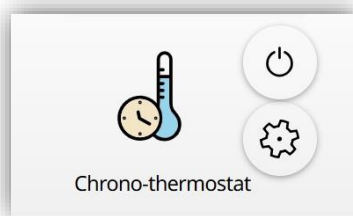

Figure 119. Case de chrono-thermostat
- **Activation** [0 = Désactiver ; 1 = Activer / 0 = Activer ; 1 = Désactiver] : il définit la polarité de l'objet de contrôle "[Ci] Chrono-thermostat - Activer", qui permettra d'activer ou désactiver le chrono-thermostat de la même façon que l'utilisateur peut le faire au moyen du **bouton d'activation** de la case (voir Figure 119).